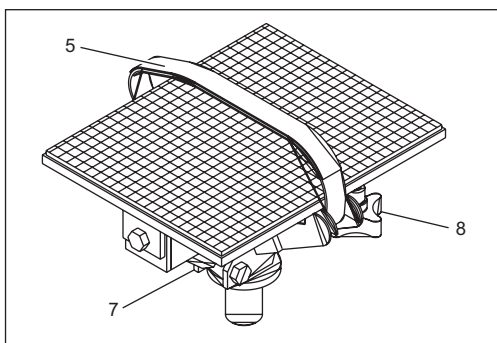

Рис. 9:
- для этого отрегулируйте вал (Рис.9/7) вилочным ключом на требуемый угол наклона.
- ослабьте соответствующий маховичок (Рис.9/8) и отрегулируйте противоположный маховичок.